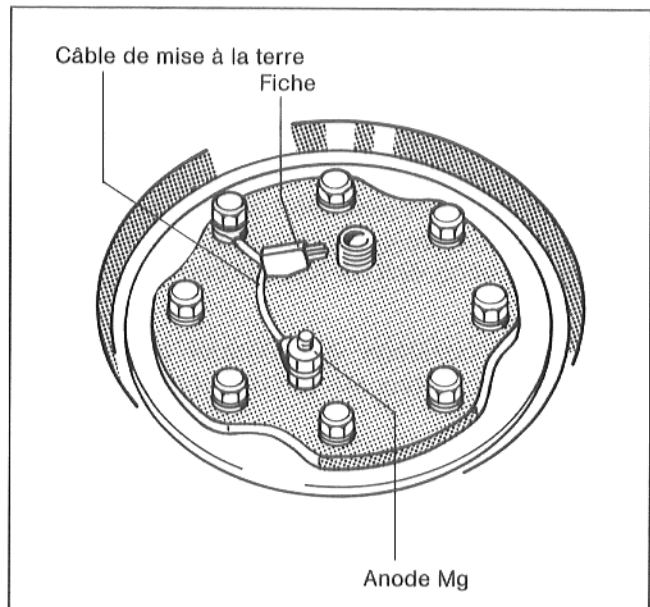

Fig. 10
- Vérifier si l'anode magnésium est montée et si le câble de mise à la terre est branché (fig. 10).
- Appareil de régulation Ecomatic 4000 : retirer la fiche du câble de mise à la terre (fig. 10).
- Dévisser la vis hexagonale du couvercle à regard, retirer le couvercle à regard avec l'anode magnésium (fig. 10).
- Poser l'anneau du câble de mise à la terre et y introduire la vis hexagonale (fig. 10).